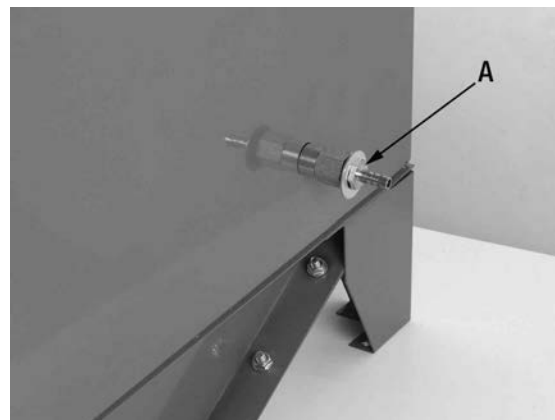

FIGURE 1
- 1) Installez l'entrée d'air (A) Fig.1 sur le côté droit du cabinet. Il est recommandé d'installer l'extrémité longue du raccord à l'extérieur du cabinet, tel que montré. Assurez-vous que toutes les pièces sont correctement serrées pour éviter les fuites d'air.